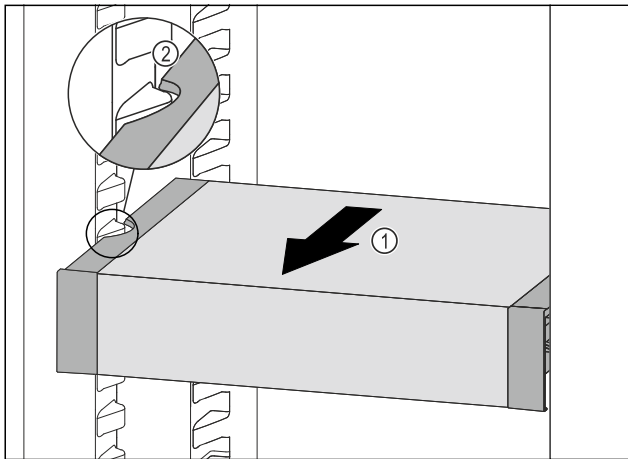

Fig. 205
- VarioSafe nach vorne ziehen Fig. 205 (1), bis sich die seitlichen Aussparungen des VarioSafes auf Höhe der Behälterrippe im Kühlteil befinden. Fig. 205 (2)